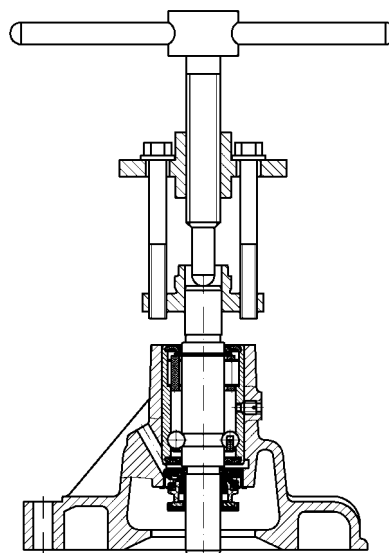

Рис.128. Снятие ступицы
- с помощью специального приспособления снять ступицу шкива насоса (рис.128);